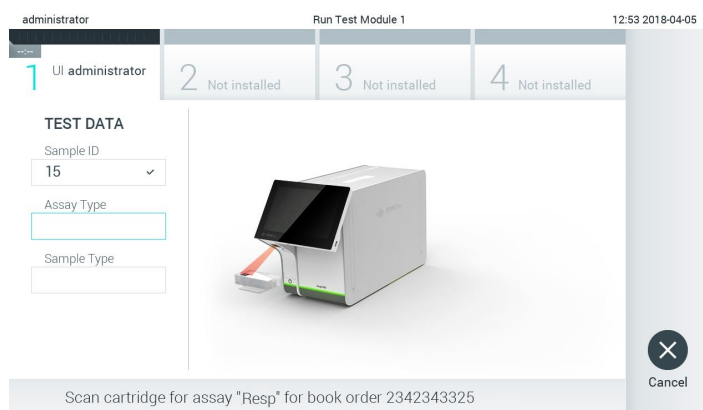

**Figure 73. Affichage pendant la récupération d'une commande de test.**
3. L'ID échantillon sera envoyé à l'hôte et alors que le QIAstat-Dx Analyzer 1.0 attend une commande de test, le message « Getting order... » (Réception de commande...) s'affiche (figure 73).